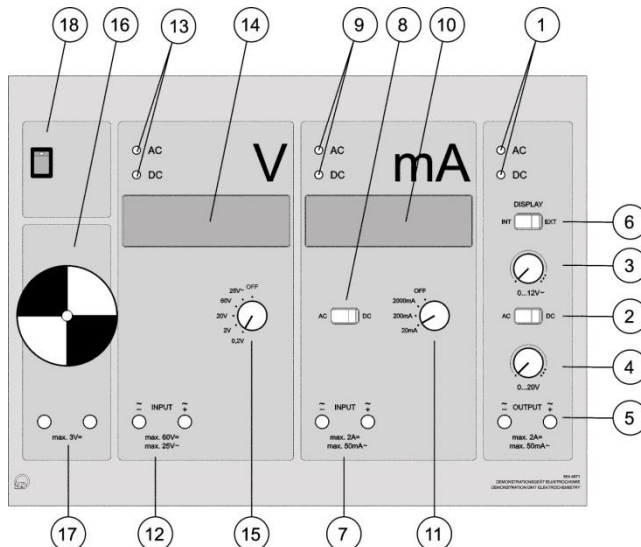

Abb. 3: Skizze des Demonstrationsgeräts.
Die Ausgangsbuchsen des Netzteils (5) (vgl. Abb. 3) werden mit Experimentierkabeln mit den Elektroden verbunden. Nickel wird an den positiven Ausgang verbunden und Eisen an den